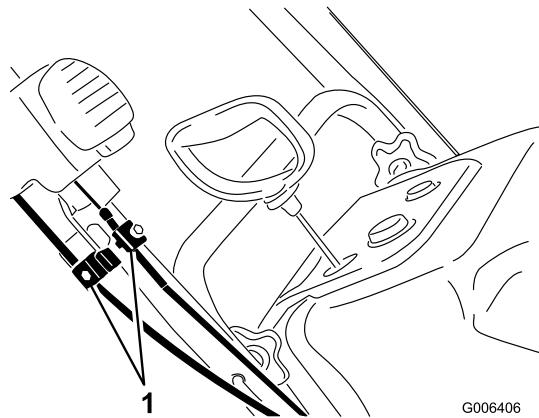

Figure 41
1. Desserrez les serre-câble des deux câbles de commande Quick Shoot (Figure 41).